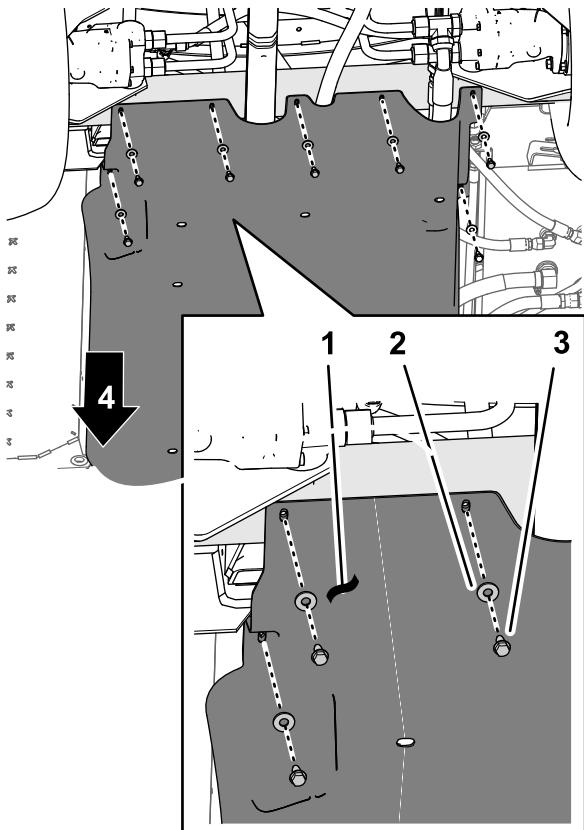
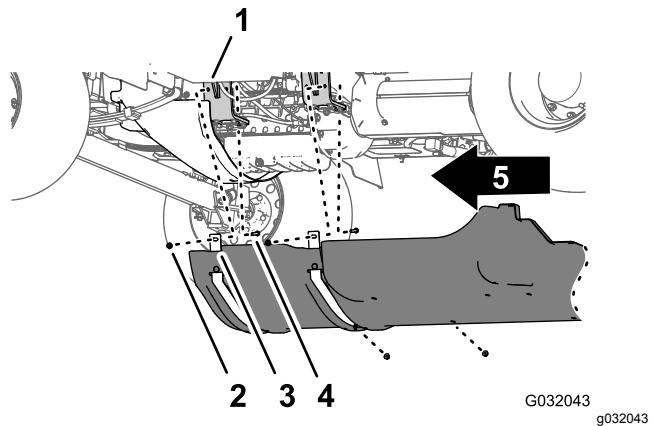

Figura 5
Figura 6
1. Retire as ferragens seguintes que prendem a parte de trás do resguardo do chassis inferior ao chassis da máquina (Figura 5):
2. Retire as quatro porcas de bloqueio flangeadas (5/16 pol.) dos parafusos e dos parafusos de carroçaria que prendem as cintas de suporte do resguardo inferior do chassis aos suportes de montagem do motor da máquina (Figura 6).
4. Remova o resguardo do chassis da máquina (Figura 5 e Figura 6).